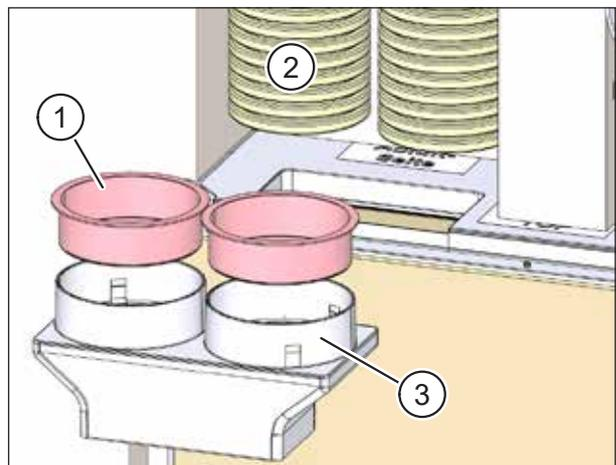

Abb. 57: Flexrohre ablängen
- ▶ Entfernen Sie die roten Schutzdeckel (Pos. 1 in Abb. 57) auf dem Flexrohranschluss (Pos. 3 in Abb. 57).
- ▶ Kürzen Sie die Flexrohre (Pos. 2 in Abb. 57) so weit, dass sich der Flexrohranschluss (Pos. 3 in Abb. 57) mit den eingesetzten Flexrohren in die Öffnung am Mauerkasten einschieben lässt.